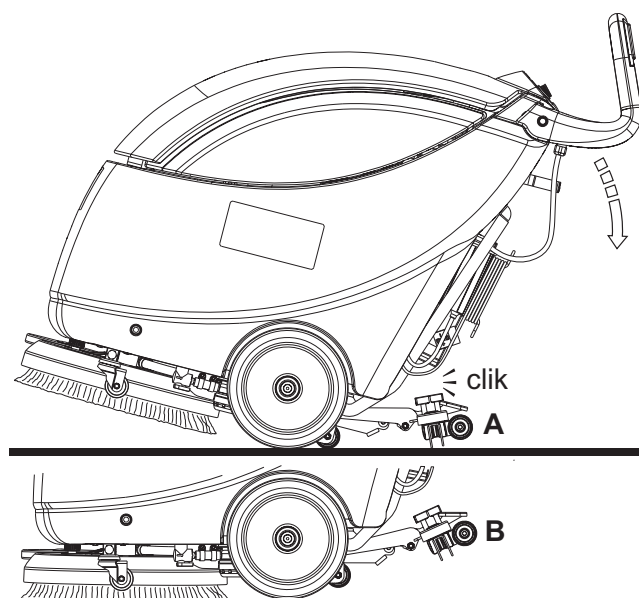

Figure 3
9. Pour commencer le travail de lavage / séchage, mettre les mains sur le guidon (2) et démarrer la machine en appuyant sur les boutons-poussoirs de rotation de la brosse (51).
10. Relâcher les boutons-poussoirs de rotation de la brosse (51).
11. Pousser l'interrupteur (53) en position « 0 » pour arrêter le moteur d'aspiration.
12. Pousser l'interrupteur (52) en position « 0 » pour arrêter le moteur de la brosse.
13. Porter l'interrupteur général (26) sur « 0 » pour arrêter la machine.
14. Débrancher la fiche du câble d'alimentation (21) du réseau électrique et l'enrouler autour du logement.
15. Actionner la goupille de positionnement (24), puis activer le dispositif de transport / stationnement (23a) de la machine pour soulever la brosse / plateau support disque (voir la Figure 3).
1. Saisir le guidon (2), le baisser jusqu'à ce que la roue arrière (7) ne touche le sol (A, Fig. 3) puis accrocher l'embouchure en position soulevée (B).